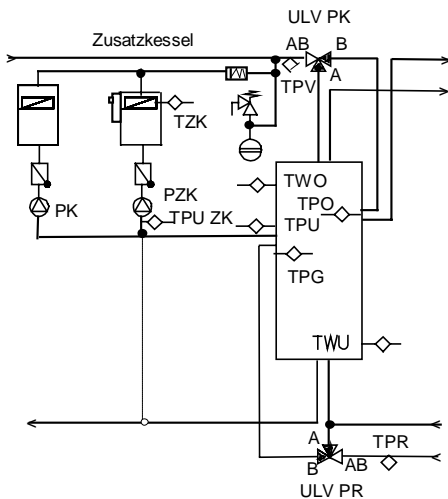

Abbildung 20: Das Zusatzkesselmodul mit BBU-Modul
2. Alle "warmen" Anschlüsse der Speicher können über Siphons (mindestens 30 cm lange Bögen nach unten) erfolgen (Abb.20 links).
3. In alle "warmen" Anschlüsse der Speicher werden dicht schließende Rückflußverhinderer eingebaut, was zwar den Druckverlust erhöht, aber oft am einfachsten ist (Abb. 20 rechts).